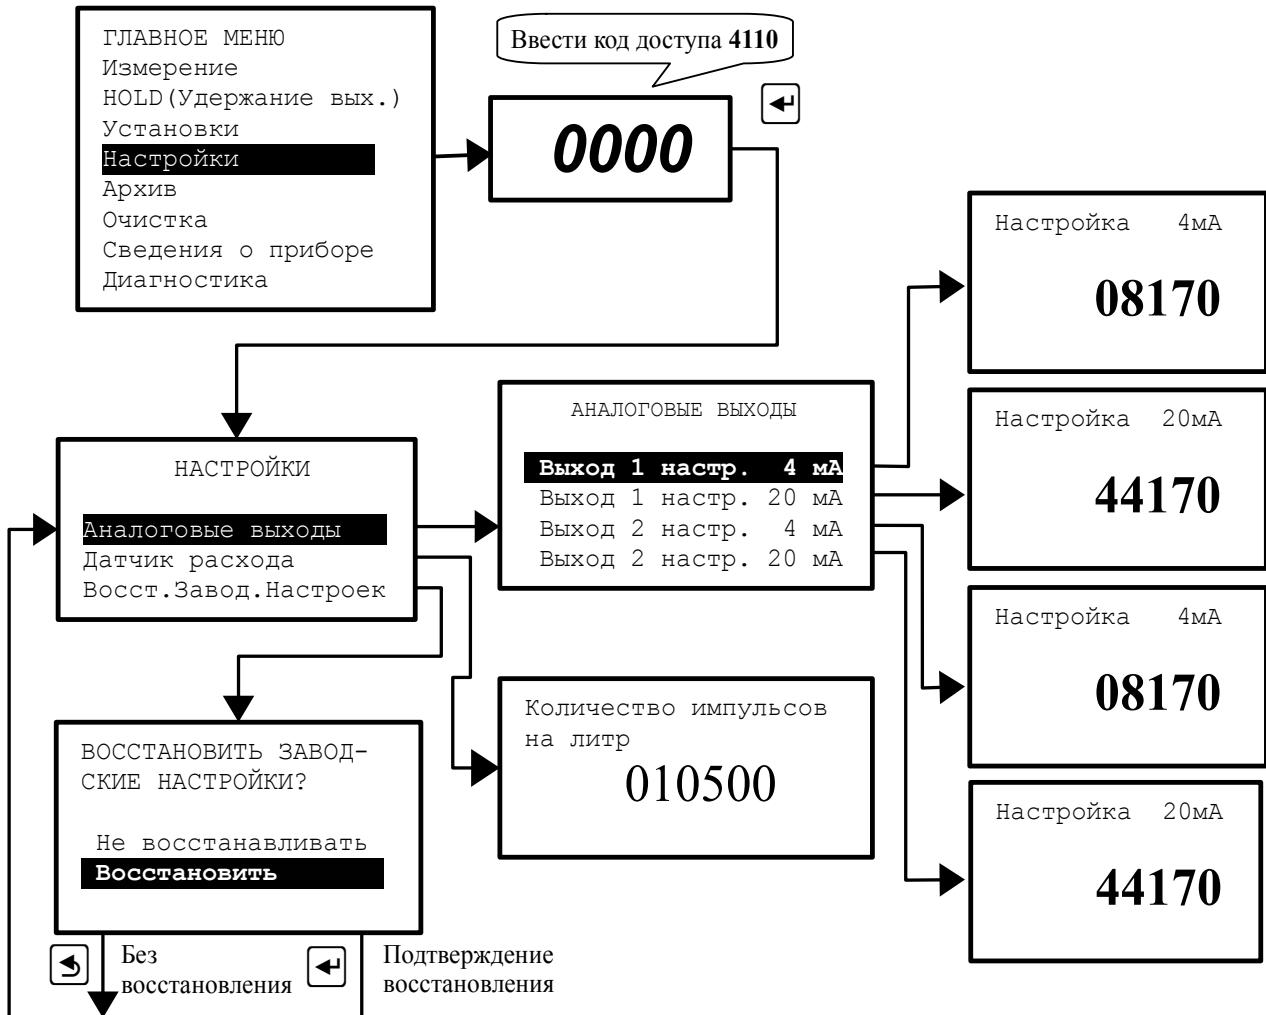

Рисунок 19 - Меню «НАСТРОЙКИ»
3.3.5.1 Вход в это меню защищён паролем, поскольку в нём возможно изменение метрологических настроек рН-метра. Для входа в меню необходимо ввести код доступа **«4110»**, выбрать действие и подтвердить кнопкой (Рисунок 19).
3.3.5.2 В этом меню в случае отклонения метрологических характеристик pH-метра по выходному току могут быть подстроены аналоговые выходные сигналы. Для этого каждый аналоговый выход ИП должен быть подключен к миллиамперметру. Для каждого выхода должны быть настроены значения токов 4 мА и 20 мА. Процедура настройки изображена на рисунке (Рисунок 19).